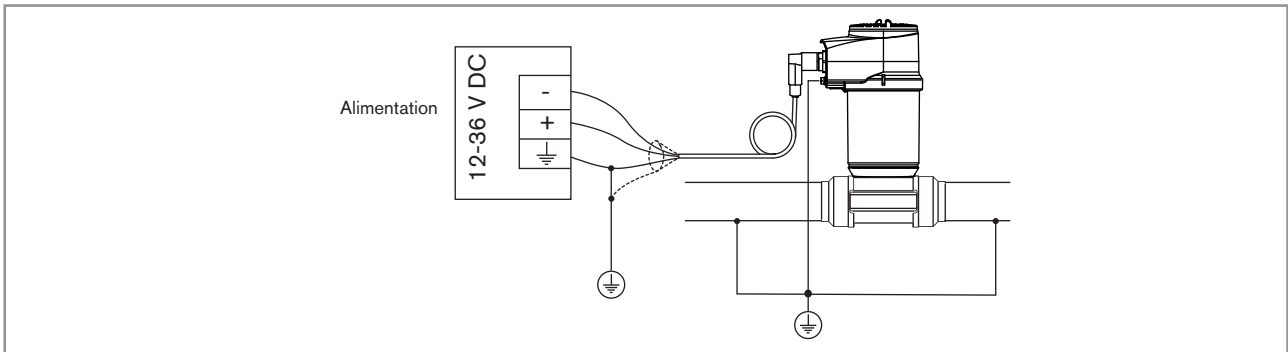
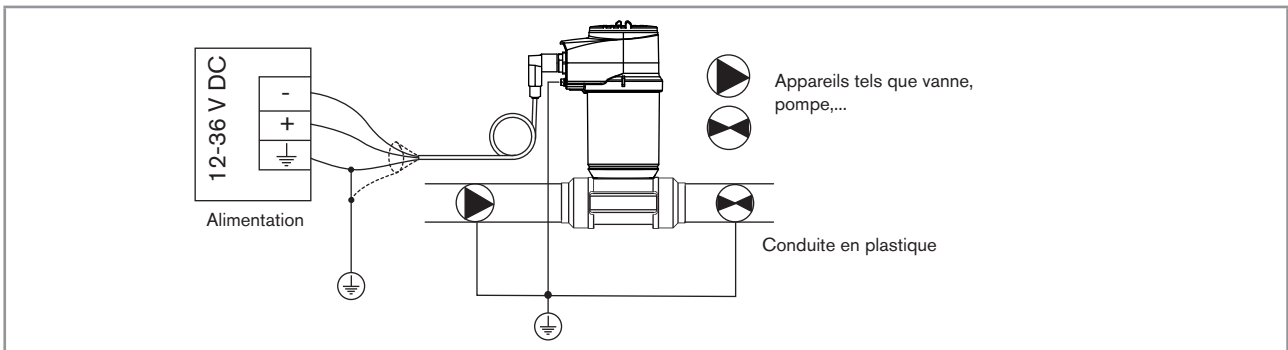

Fig. 15 : Schéma de principe de l'équipotentialité avec des conduites en métal
Fig. 16 : Schéma de principe de l'équipotentialité avec des conduites en plastique
- Relier correctement le blindage du câble d'alimentation à la terre (voir Fig. 15 et Fig. 16).
- Une attention toute particulière doit être apportée lorsque l'appareil est installé sur des conduites en plastique, car la mise à la terre ne peut pas être directe. Pour réaliser une mise à la terre adéquate, il faut relier à la même terre les différents appareils métalliques tels que vanne ou pompe se trouvant le plus près possible de l'appareil (voir Fig. 16).